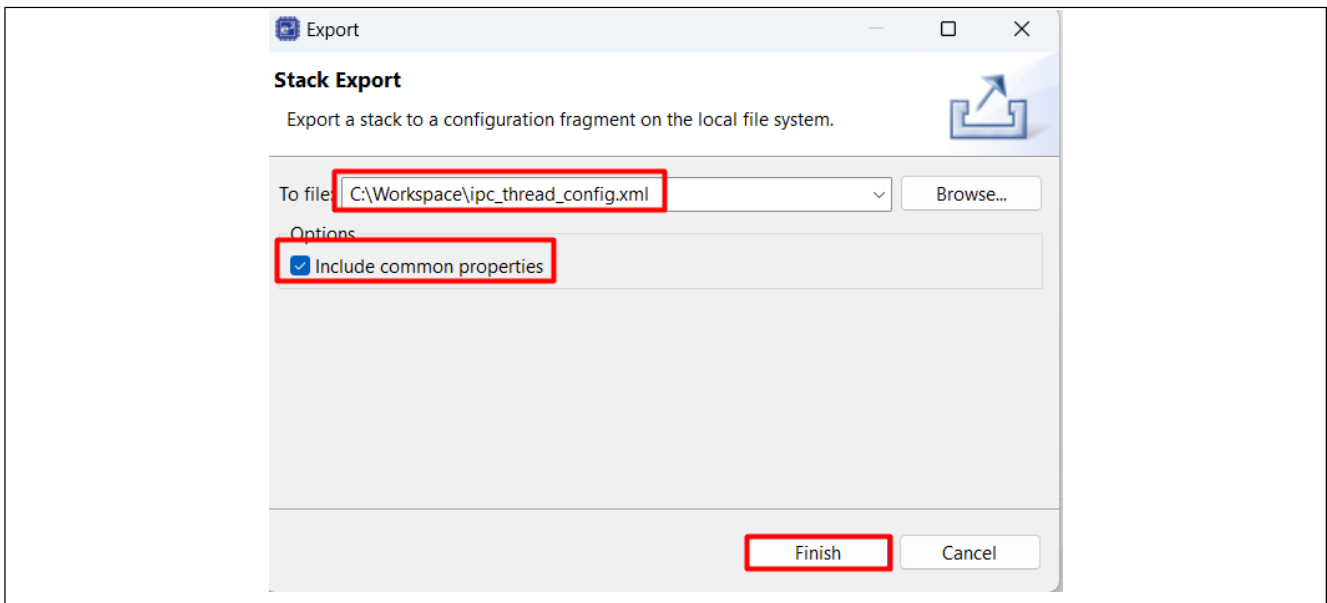

図81. Stack Exportダイアログにおける設定
3. エクスポートした設定を新しい.xmlファイル(例: ipc\_thread\_config.xml)として保存します。この際、**Include Common Properties**にチェックを入れ、図81に示すように**Finish(終了)**をクリックします。